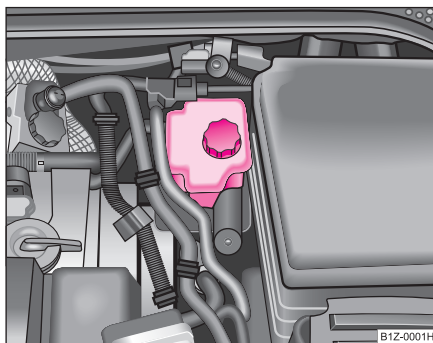

Fig. 190 Vano motor:
- Verifique el nivel de líquido de frenos en el depósito ⇒ página 261, fig. 190. El nivel debe encontrarse entre las marcas “MIN” y “MAX”.